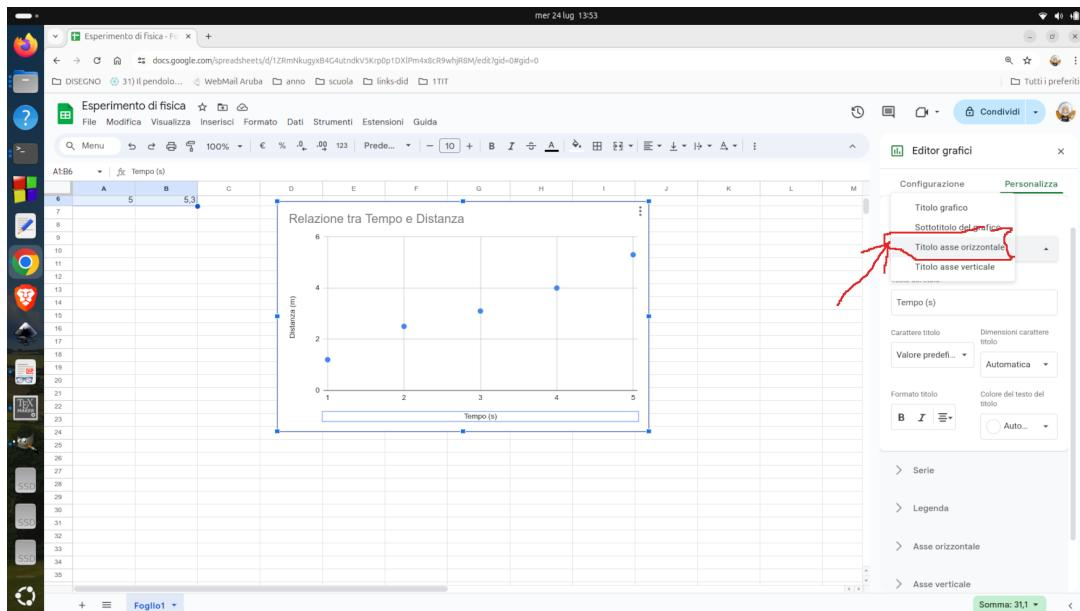

Figura 3.25 – Scelta menu per il titolo dell’asse orizzontale.
4. Aggiungi le etichette agli assi. Seleziona dal menu a tendina **Titolo asse orizzontale**: (figura 3.25)